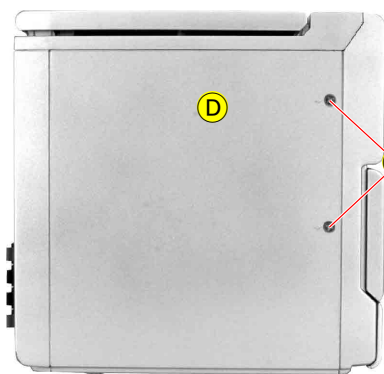

Fig. 1
- 6 Schrauben (A) (Fig. 1, 2 und 3) herausdrehen.